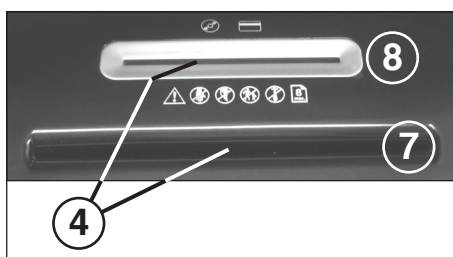

Fig. 2
- 4 = Lysskranke (fremad) (afb. 2)**
- 7 = Papirtilførsel (fig. 2)**
- 8 = Sikkerheds-tilførsel (fig. 2)**
**Papir** føres ind til skæreenheden gennem papirtilførslen (7) (afb. 2).
**Datamedier** (CD, DVD eller kredittkort) føres ind til skæreenheden gennem den særskilte sikkerheds-tilførsel (8) (afb. 2).